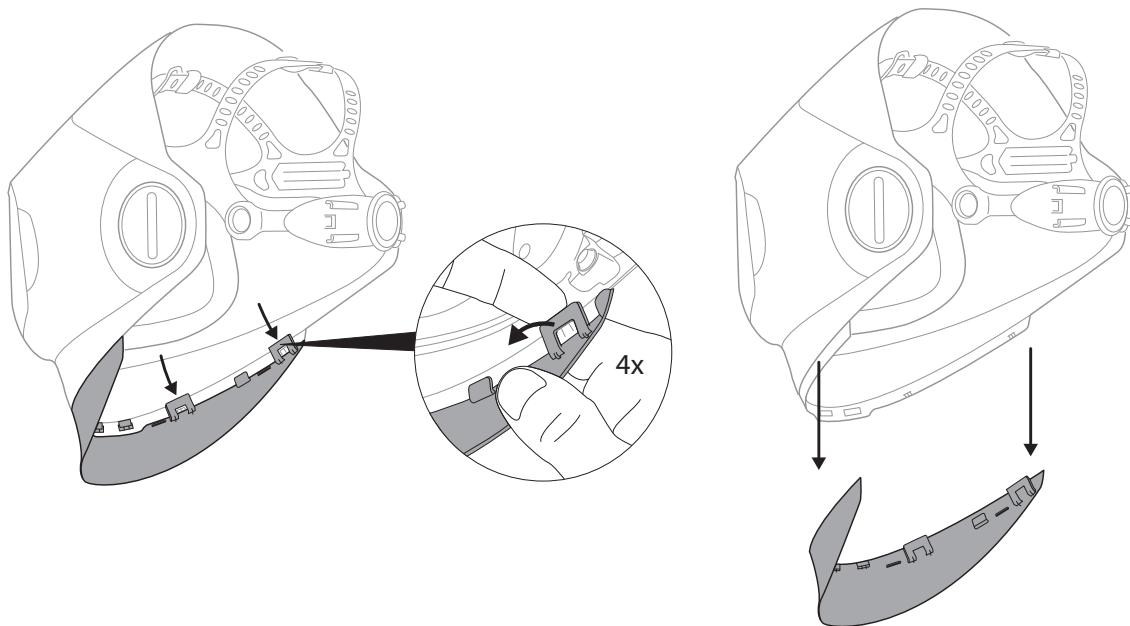
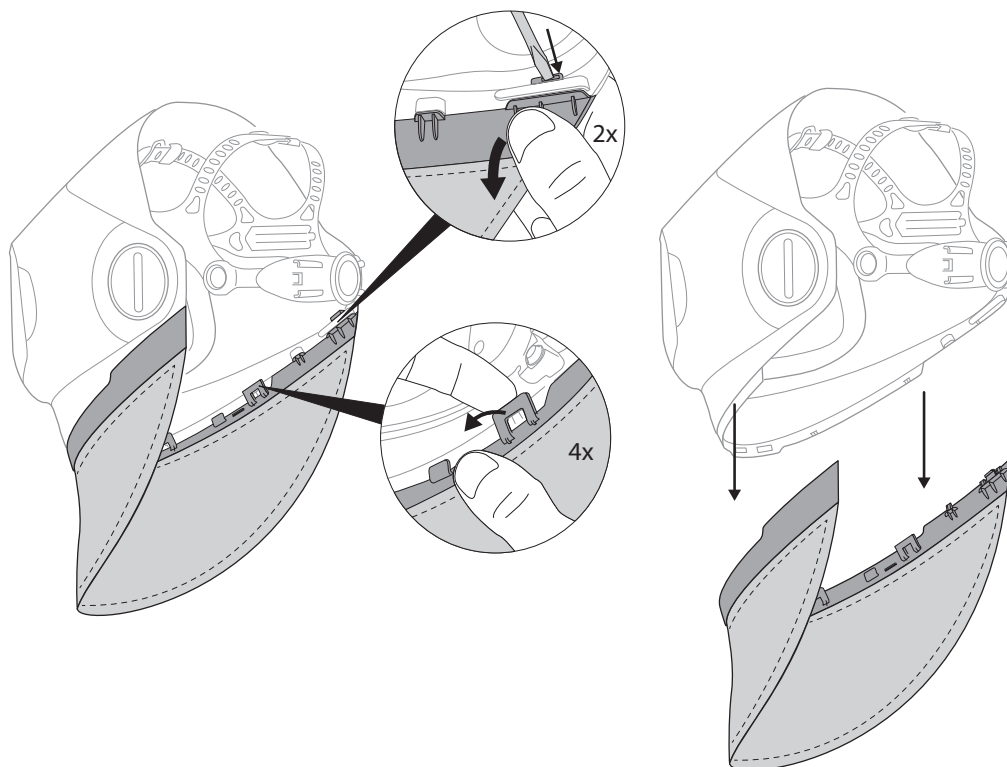

Fig. 19a
Fig. 19e
- b. Lorsque les attaches ont été désengagées, le protecteur pour le cou peut être retiré du masque de soudeur (Fig. 19a).
- e. Pour retirer le protecteur pour le cou en tissu ou en cuir, il faut utiliser un petit outil (comme un tournevis ou une petite pointe) pour pousser les attaches de retenue externes et les dégager du masque de soudeur (Fig. 19e). Les quatre petites attaches peuvent ensuite être retirées comme l'indique la Fig. 19a.